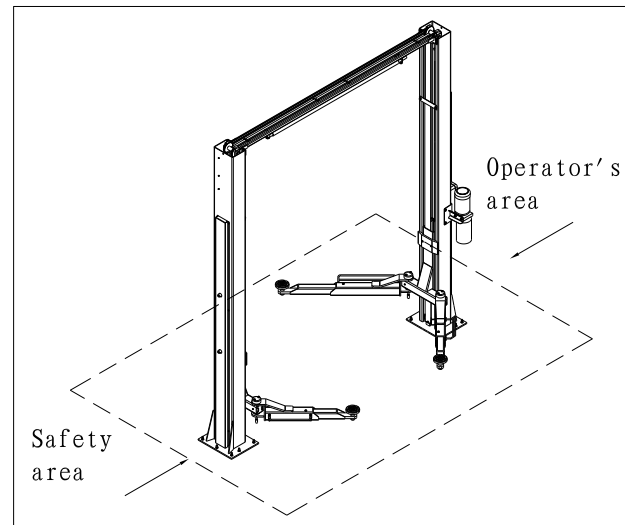

Abb. 8 Arbeitsbereich
Während der Hebe- und Senkbewegungen muss der Bediener in der in Abbildung 8 dargestellten Bedienstation bleiben. Die Anwesenheit von Personen innerhalb des in derselben Abbildung angegebenen Gefahrenbereichs ist strengstens untersagt. Der Aufenthalt von Personen unter dem Fahrzeug während des Betriebs ist nur dann gestattet, wenn das Fahrzeug in erhöhter Position abgestellt ist.
- ◆ Während das Fahrzeug angehoben wird, ruhen sich Personen im Sicherheitsbereich aus. (Abb. 8)